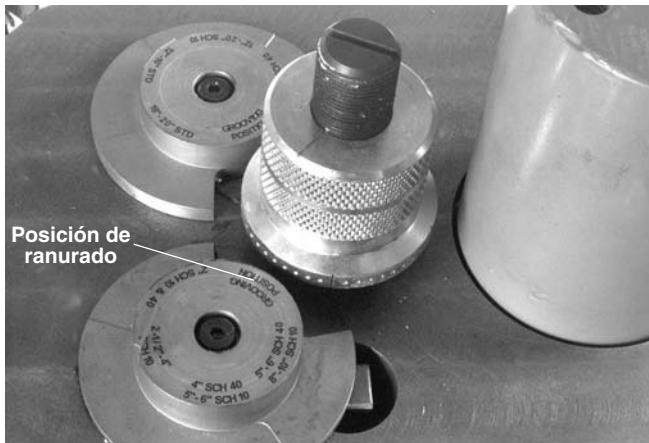

Figura 16
4. Afloje la tuerca levemente y gire el indicador a la posición de ranurado. (*Figura 16*)